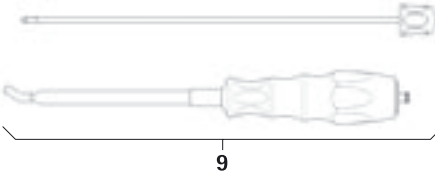

Fig. 5
- Desmontar o instrumento introdutor de barra 9, ver Fig. 5: desenroscar a parte interna.